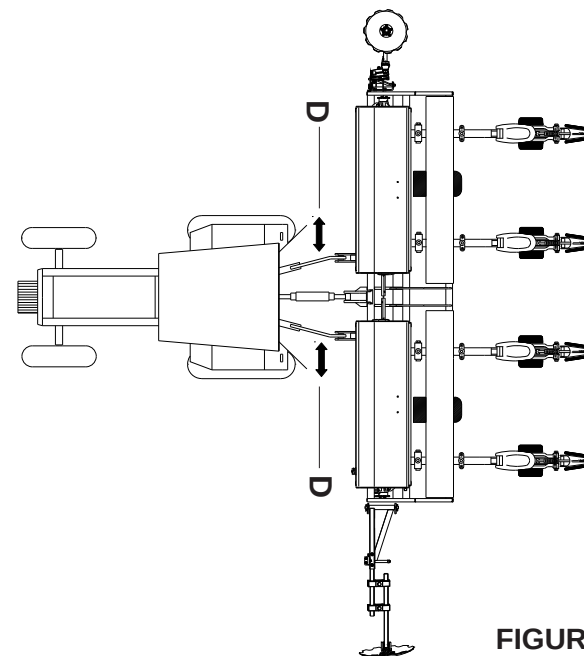

FIGURA 03
- CENTRALIZAÇÃO DA SEMEADORA (FIGURA 03)